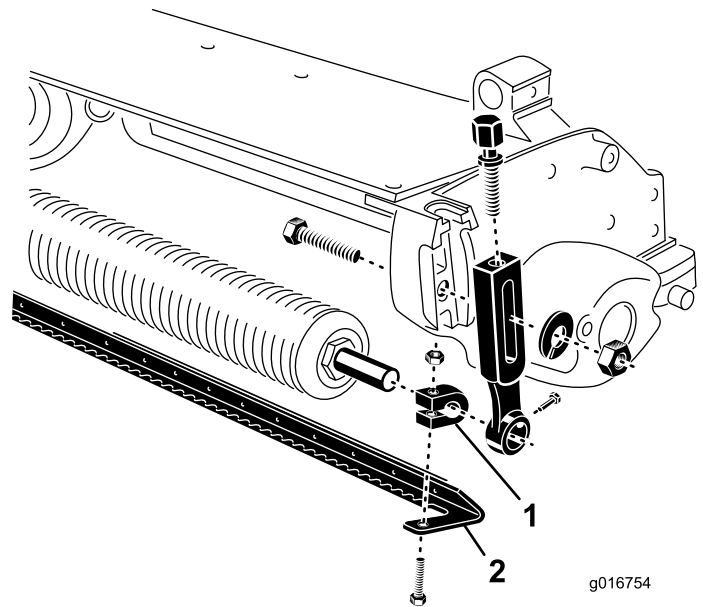

図 2
- ローラシャフトの左右端部にシャフトクランプを通す（図 2）。
- 図 2 に示すように、前ローラとCuttingユニットとの間にコームを入れる。
- それぞれのクランプにコームを仮止めする；キャップスクリューとナットを使用する（図 2）。締めつけないこと。